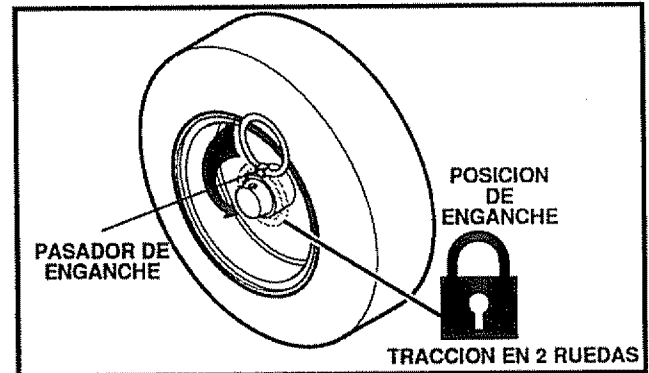

FIG. 12A
- La rueda izquierda está asegurada al eje mediante un pasador de enganche en anillo (vea la Fig. 12A). Esta unidad fue despachada con el pasador en la posición de enganche (a través del orificio de la rueda).